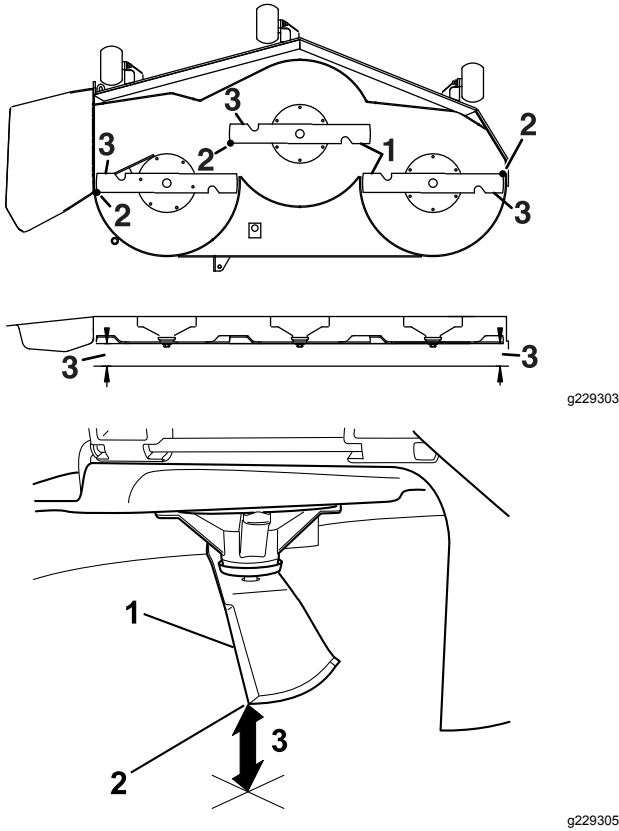

Figure 83
- Mesurez la distance entre la pointe des lames et la surface plane (Figure 83). Si les deux mesures diffèrent de plus de 5 mm, réglez les lames, ajustez l'horizontalité des lames ; poursuivez cette procédure.
12. Tournez les lames avec précaution pour qu'elles soient parallèles dans le sens transversal (Figure 83).